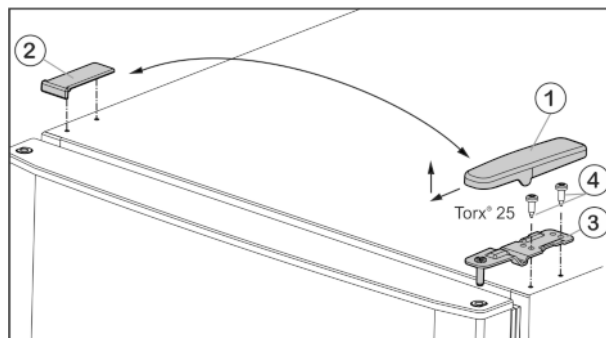

Fig. 4
- ▶ Wyjąć osłonę Fig. 4 (1) do przodu i do góry.
- ▶ Podnieść osłonę Fig. 4 (2).
- ▶ Odkręcić górną płytkę zawiasu Fig. 4 (3)(2 razy Torx® 25) Fig. 4 (4) i wyjąć ją do góry.
- ▶ Włożyć w drzwi górną płytkę zawiasu Fig. 4 (3) po nowej stronie zawiasów.
- ▶ Dokręcić górną płytkę zawiasu (z siłą 4 Nm) (2 razy Torx® 25) Fig. 4 (4). Ewentualnie użyć wkrętarki akumulatorowej.
- ▶ Założyć osłonę Fig. 4 (1) od zewnątrz odpowiednio po przeciwległej stronie i zazębnić.
- ▶ Założyć osłonę Fig. 4 (2) od góry odpowiednio po przeciwległej stronie i zazębnić.